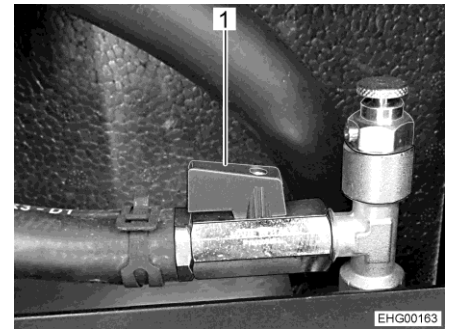

Fig. 182 Rubinetto a sfera (aperto)
- Posizionare la leva (Fig. 182,1) parallelamente alla tubazione.